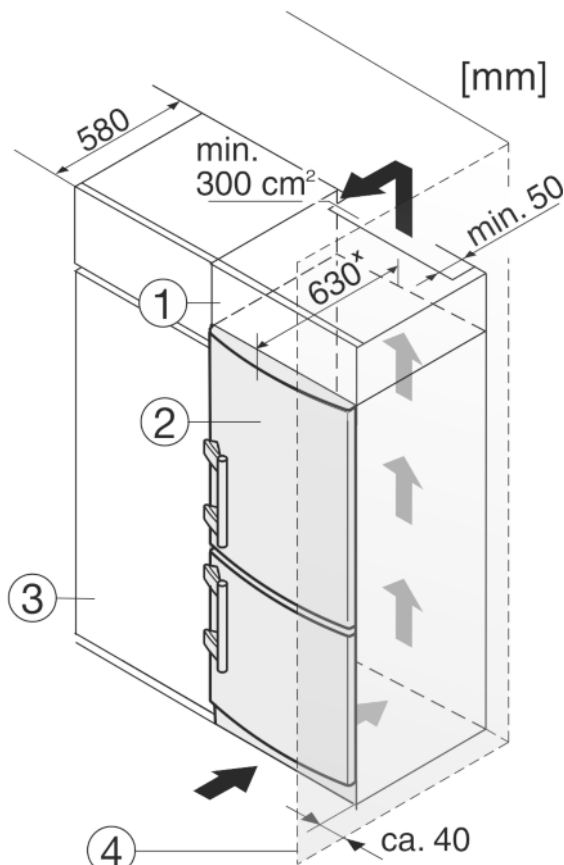

Fig. 9
(1) Armario superior
(2) Aparato
(3) Armario de cocina
(4) Pared
El aparato se puede rodear de muebles de cocina. Para adaptar el aparato Fig. 9 (2) a la altura del mueble de la cocina se puede colocar sobre el aparato un armario superior Fig. 9 (1) adecuado y acorde con el mobiliario.
Si la cocina posee armarios (profundidad máx. 580 mm), el aparato se puede colocar directamente junto al armario de cocina Fig. 9 (3). El aparato sobresale 34 mm* por los lados y 50 mm* en el centro del aparato respecto al frente del armario de cocina.
Si el aparato se instala con las bisagras junto a una pared Fig. 9 (4), la distancia entre el aparato y la pared debe ser de como mínimo 40 mm. Esto equivale al saliente del tirador con la puerta abierta.